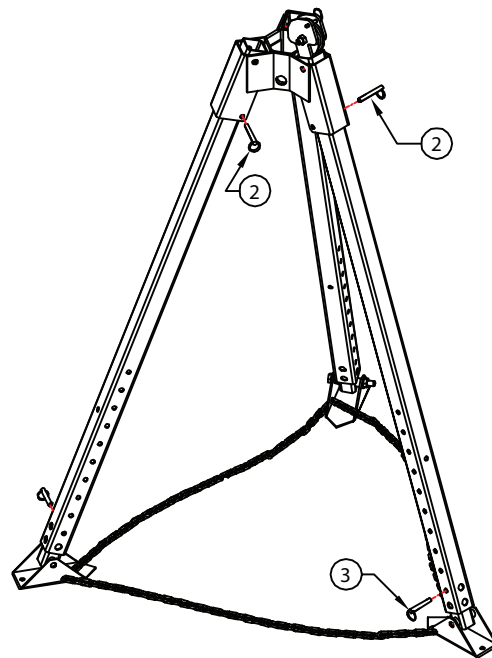

ABB. 2
3. Alle 3 Beine ganz aufspreizen. Die Beinhaltestifte[2] an drei Stellen einsetzen, um die Beine in aufgespreizter Stellung zu sichern (siehe Abb. 2).